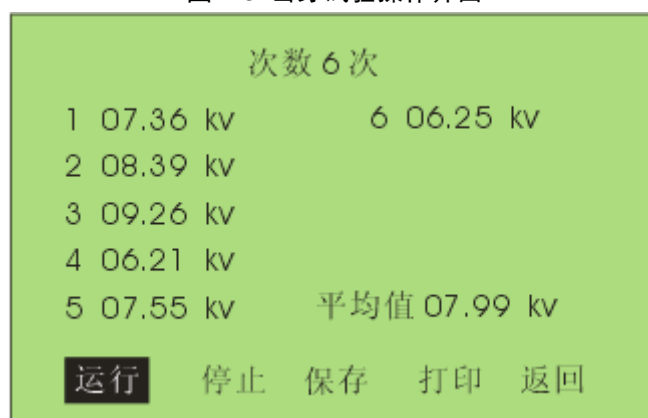

图 2.4 击穿试验结果显示界面
- 3 击穿试验完成后，仪器的显示画面如图 2.4 所示，显示的试验结果包括的击穿电压，
2 选择开始试验，进入图 2.4 所示画面，点击运行后仪器按照先升压至耐压值，如果升压过程中，发生击穿现象则试验直接结束，如果升压至耐压值过程中没有发生击穿，则在耐压值电压停留“耐压时间”所设定的时间长度。